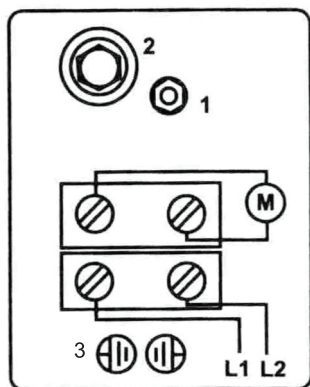

рис. 1
4.1 Общий вид реле представлен на рис. 1:
Регулировка нижнего предела давления РД - 5 осуществляется гайкой 2 (рис. 1), фиксирующей положение пружины. Для того, чтобы увеличить значение уровня нижнего предела давления необходимо закручивать гайку по часовой стрелке. Для того, чтобы уменьшить значение нижнего предела уровня давления - нужно отвернуть гайку против часовой стрелки, тем самым, ослабив пружину. Гайка 1 (рис. 1) предназначена для регулировки разницы между нижним и верхним пределами давления.